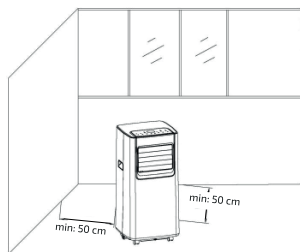

Fig. 4
- Mueva la máquina con el tubo de calor instalado y los accesorios hacia la ventana. La distancia entre el cuerpo y las paredes u otros objetos debe ser, como mínimo, de 50 cm (como se muestra en la imagen 4).